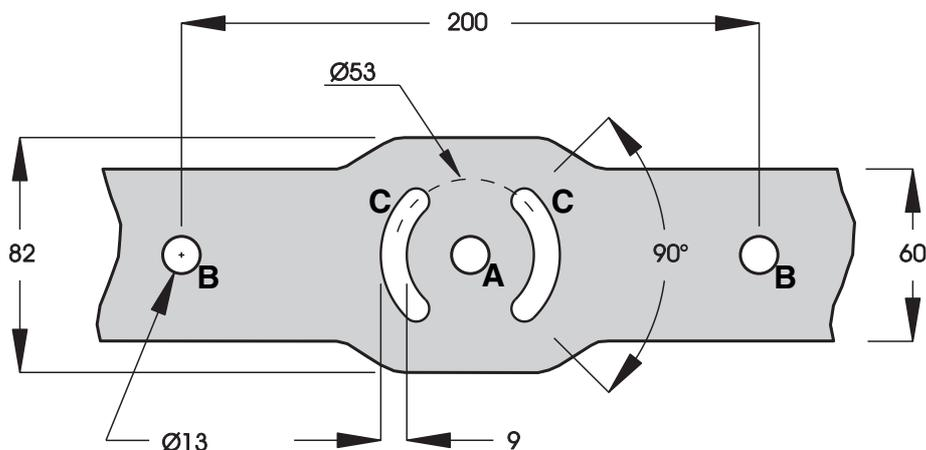

Figure 6: Points de montage de la lyre
La lyre doit être montée sur la surface d'installation avec au minimum 3 fixations. S'il existe un risque que le projecteur provoque des dommages ou des blessures par sa chute, un câble de sécurité homologué pour le poids du projecteur doit être bouclé dans un trou de la lyre (repères A, B ou C, Figure 6 on page 14).
Consultez la Figure 6.
1. Attachez un câble de sécurité homologué pour le poids de l'appareil à un point d'ancrage éprouvé sur la surface de montage, comme une vis oeil par exemple. Bouclez ce câble dans l'un des perçages de la lyre repérés **A**, **B** ou **C** en Figure 6.